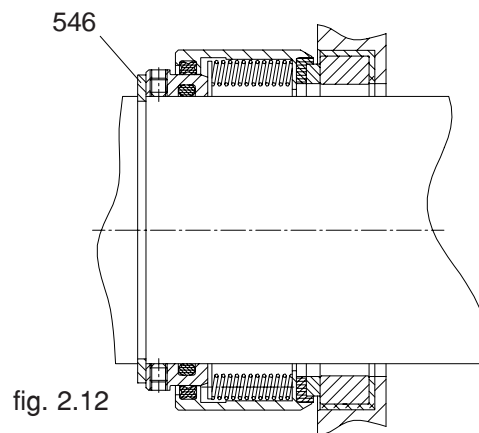

fig. 2.12
d) Asafdichting met roestvaststalen huls - type "X" (fig. 2.12)